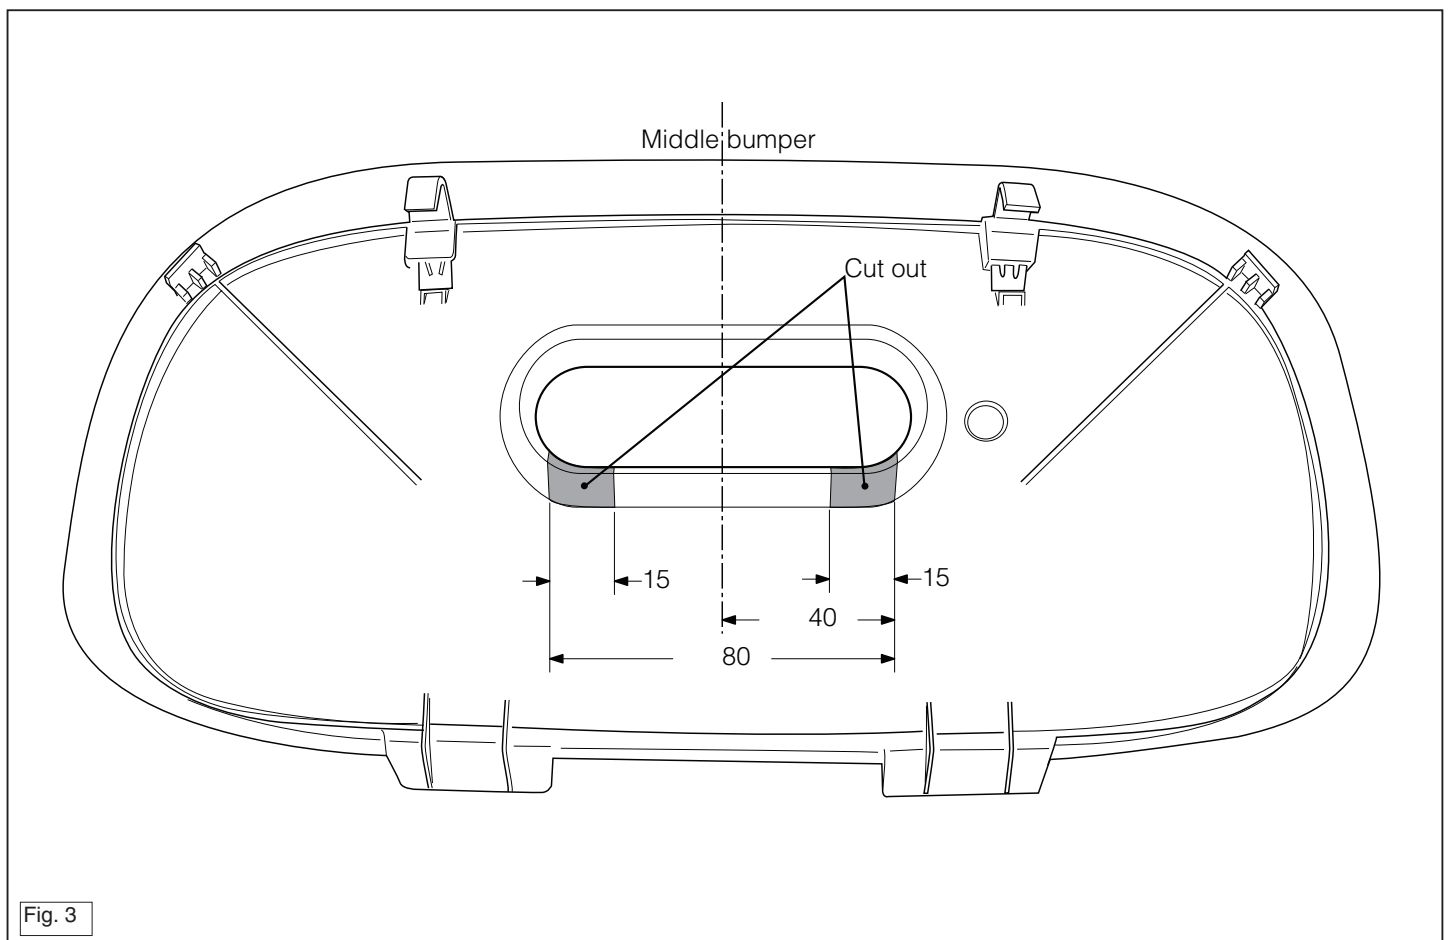

Fig. 3
17. Saw out the portions as indicated in fig. 3.
17. Gemäß Abb. 3 die angegebenen Teile heraus sägen.
17. Scier les parties indiquées conformément à la figure 3.